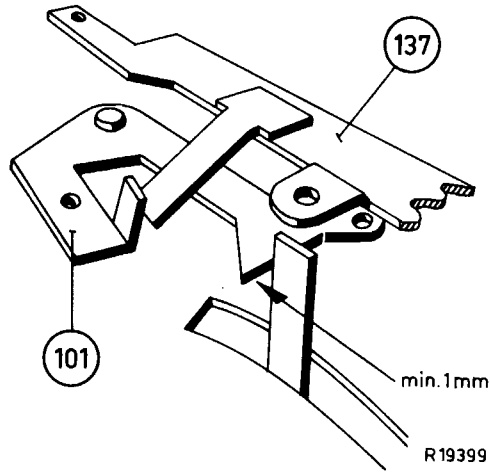

Fig. 8a
1. Wanneer de pick-up arm bij het wisselen naar buiten beweegt, terwijl de startknop in de stand "STOP" staat, moet het aanrakingspunt van de verticale lip van de hefplaat met de lip van de stopbeugel 101, minimaal 1 mm van de scherpe punt van de stopbeugel liggen (zie fig. 8a)
2. Na het aanslaan van de lip van de hefplaat tegen de lip van de stopbeugel (zie fig. 8a) wordt de pal in de tussenstand gedrukt. Wanneer om de snelheidsschakelaar in de stand "16" gezet wordt, mag het tussenwiel niet afgelicht zijn van de poelietrap.